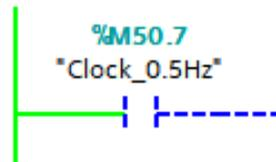

Figura 19. Asignación del bit 7 de la marca de ciclo (0.5 Hz de frecuencia) a un contacto NA
2. Realiza un programa en lenguaje KOP (escalera) para que mantenga arrancadas permanentemente las dos cintas y genere cajas cada 2 segundos, usando únicamente marcas de ciclo (ver Figura 19) y no temporizadores IEC.